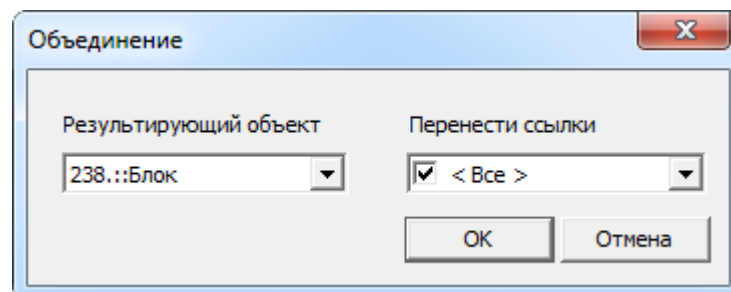

Рис. 10-37 – Диалоговое окно «Объединение»
3) В открывшемся диалоговом окне «Объединение» в поле «Результирующий объект» выбрать один из отмеченных компонентов, который требуется оставить (рис. 10-37)